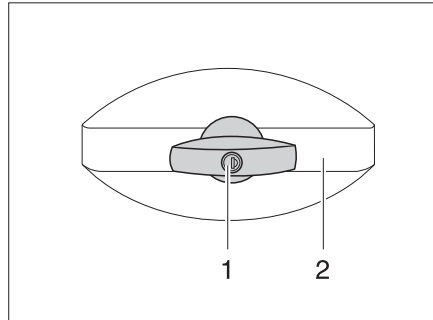

Fig. 28 Cerradura de la trampa, de forma elíptica, cerrada
- Introducir la llave en el cilindro de cierre (Fig. 28,1) y girarla un cuarto de vuelta en sentido contrario a las agujas del reloj. El asidero de la cerradura (Fig. 28,2) se abre de golpe.